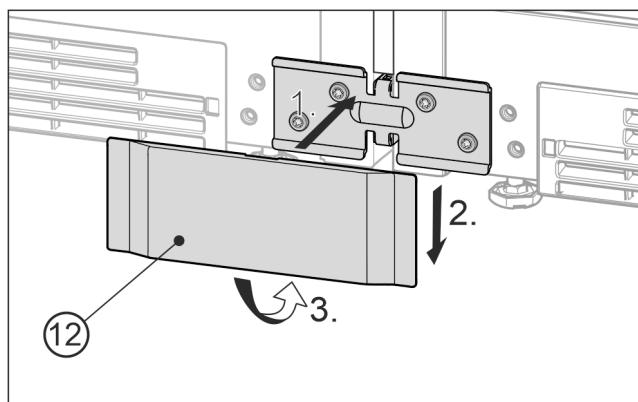

Fig. 24 Zobrazení příkladu
- Dolní kryt Fig. 24 (12) nasadte vpředu na úhelník Fig. 24 (1), zasuňte dolů Fig. 24 (2) a dole zatlačte do západek Fig. 24 (3).